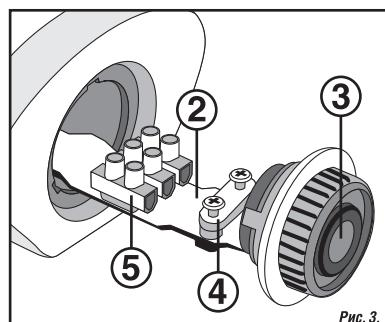

Рис. 3.
- Ведите сетевой кабель через гермовод (3), пропустите его через зажимную колодку (4) и закрутите прижимные винты до плотной фиксации сетевого кабеля. *Рис. 3.*